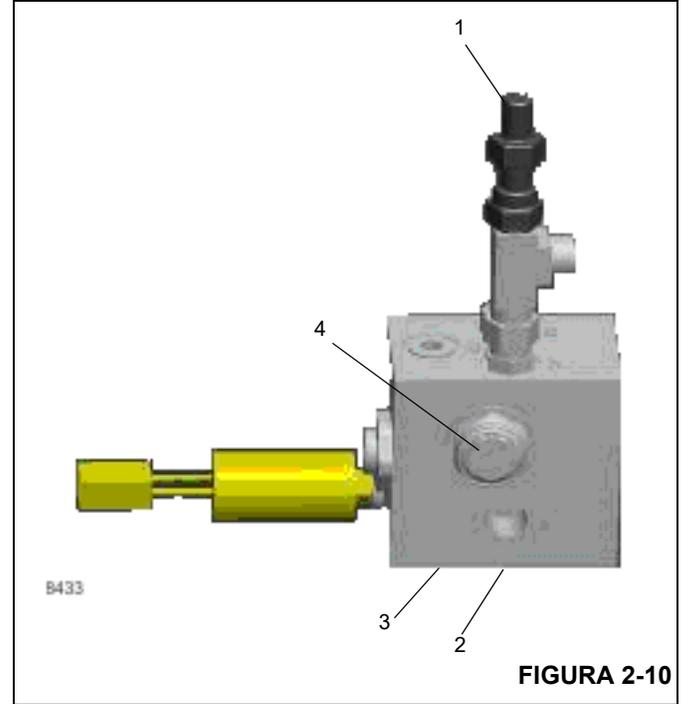

FIGURA 2-10
2. Instale un manómetro en la lumbrera de prueba de presión “A1” de la válvula de carga de acumulador doble de frenos (Figura 2-10).